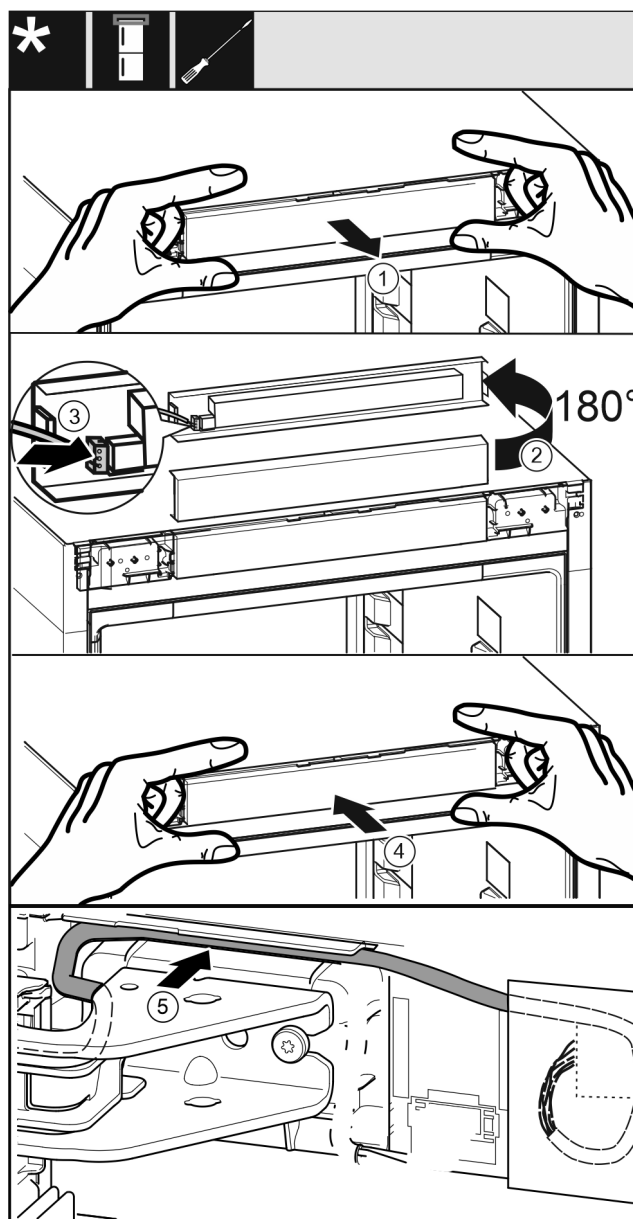

Fig. 60
- ▶ Óvatosan vegye ki a kezelőpanelt Fig. 60 (1).
- ▶ Fordítsa felfelé a kezelőpanelt Fig. 60 (2) 180°-kal.
- ▶ Pattintsa rá a dugót Fig. 60 (3) a kezelőelem paneljére.
- ▶ Pattintsa vissza a kezelőpanelt Fig. 60 (4) a készülékre.
- ▶ Vezesse el óvatosan a kábelt Fig. 60 (5) a felső csapágybak fölötti vezetősínben.